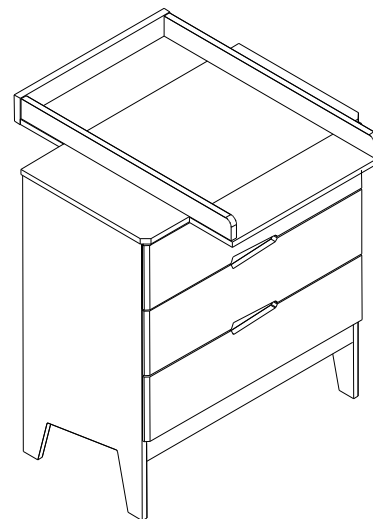
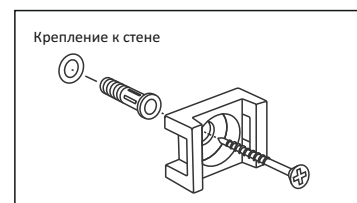
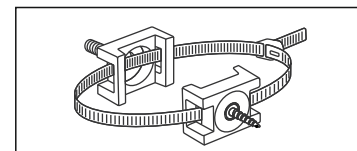

рис. 23
рис. 25
рис. 26
12. Прикрутить в торец крышки монтажные планки с помощью саморезов 4x30 (№ 17) (рис. 23). Установить комод к стене, отмерить расположение крепежа. Просверлить отверстие в стене, вбить дюбель. (рис. 25). Закрепить монтажные планки к стене с помощью самореза, идущего в комплекте к дюбелю. Протянуть через монтажные планки хомут и затянуть до упора (рис. 26).